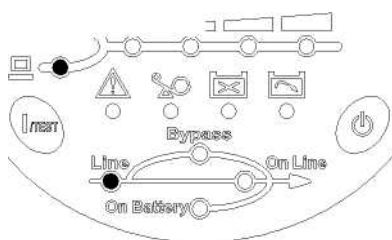

Рис. 3-1 Панель управления в дежурном режиме
- Вентиляторы на задней панели начнут вращаться, а все светодиодные индикаторы будут светиться для проверки в течение 2-3 секунд. Одновременно с этим встроенный центральный процессор ИБП загружает исходные параметры. Исправность светодиодных индикаторов проверяется по их свечению. Первоначально ИБП устанавливается в **дежурный режим**, при этом после звукового сигнала загорается индикатор величины нагрузки, а индикатор состояния входа отображает состояние питающей сети (см. рис. 3-1).
Если ИБП находился в дежурном режиме, то батарея будет подзаряжаться и нажатия кнопки 0. Для полного отключения ИБП необходимо отсоединить сетевой шнур от розетки питающей сети (см. рис. 3-1).